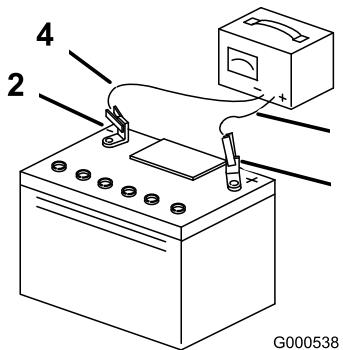

Figure 42
3. Une fois la batterie chargée au maximum, débranchez le chargeur de la prise électrique, puis débranchez les fils du chargeur des bornes de la batterie (Figure 42).